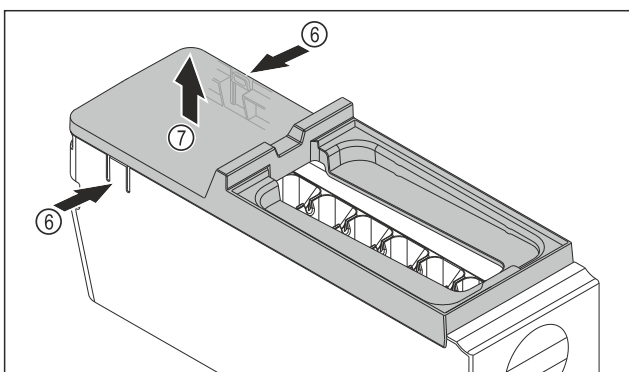

Fig. 184
- ▶ Fjern dekselet til hoveddelen til EasyTwist-Ice: Trykk på tappene Fig. 184 (6) på begge sider av hovedenheten til EasyTwist-Ice- med én hånd.
- ▶ Fjern dekselet Fig. 184 (7) ved å trekke det oppover med den andre hånden.